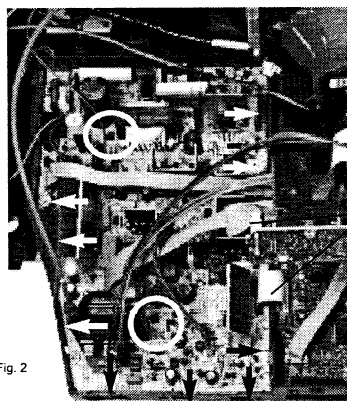

Fig. 2
- 1 - Remove the two connection cable PSB/SSB (1) (Fig.2) and get free the "PSB" board from the chassis in pressing the maintain tongue (9 in periphery and 2 in the board) (Fig.2). Put the two extension cable PSB/SSB (35120540) (Fig.3).
- 1 - Retirer les cordons de raccordement PSB/SSB (1) (Fig.2) et dégager la platine "PSB" du châssis en appuyant sur les languettes de maintien (9 en périphérie et 2 en interne) (Fig.2). Mettre les cordons prolongateurs de raccordement PSB/SSB (35120540) (Fig.3).
- 1 - Entfernen Sie die beiden Verbindungskabel PSB/SSB (1) (Fig.2). Zum Ausbau der PSB-Platine lösen Sie die 9 Halteklammern um die Platine herum und die 2 Klammern in der Platine wie (Fig.2) dargestellt. Stecken Sie die Verlängerungskabel PSB/SSB (35120540) (Fig.3) ein.
- 1 - Togliere i due cavi di collegamento PSB/SSB (1) (Fig.2) e liberare la piastra "PSB" dal telaio premendo le linguette di fissaggio (9 periferiche e due interne) collegare le prolunghe PSB/SSB (35120540) (Fig.3).
- 1 - Retirar los dos cables de conexi3n PSB/SSB (1) (Fig.2) y soltar la placa "PSB" del chasis presionando las lengüetas (9 en la periferia y 2 en la placa) (Fig. 2). Enchufar los dos cables prolongadores PSB/SSB (35120540) (Fig.3).